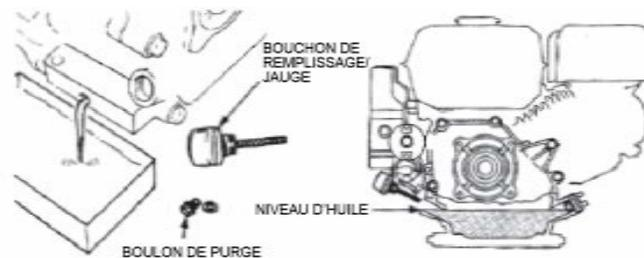

Figure 5-1.
- (a) Retirez le bouchon de remplissage/jauge et essuyez-le. (**Figure 5-1**)
- (b) Laissez l'huile usagée s'écouler complètement, puis remettez le bouchon de purge et serrez-le bien. (*Figure 5-1*)